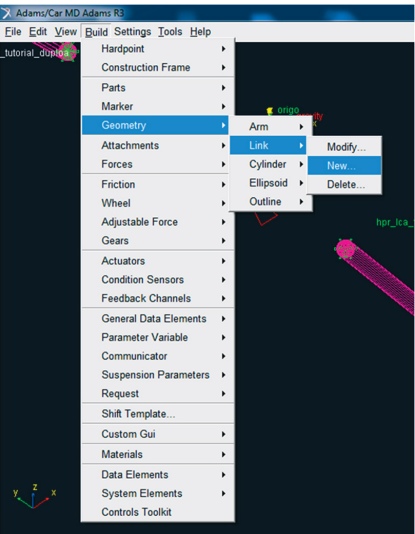

Figura 5.42 – Janela ilustrando a opção a ser ativada para criação de *Links* na bandeja superior (*Upper Control Arm*).
- Acesse o menu *Build* → *Geometry* → *Link* → *New* (Figura 5.42).